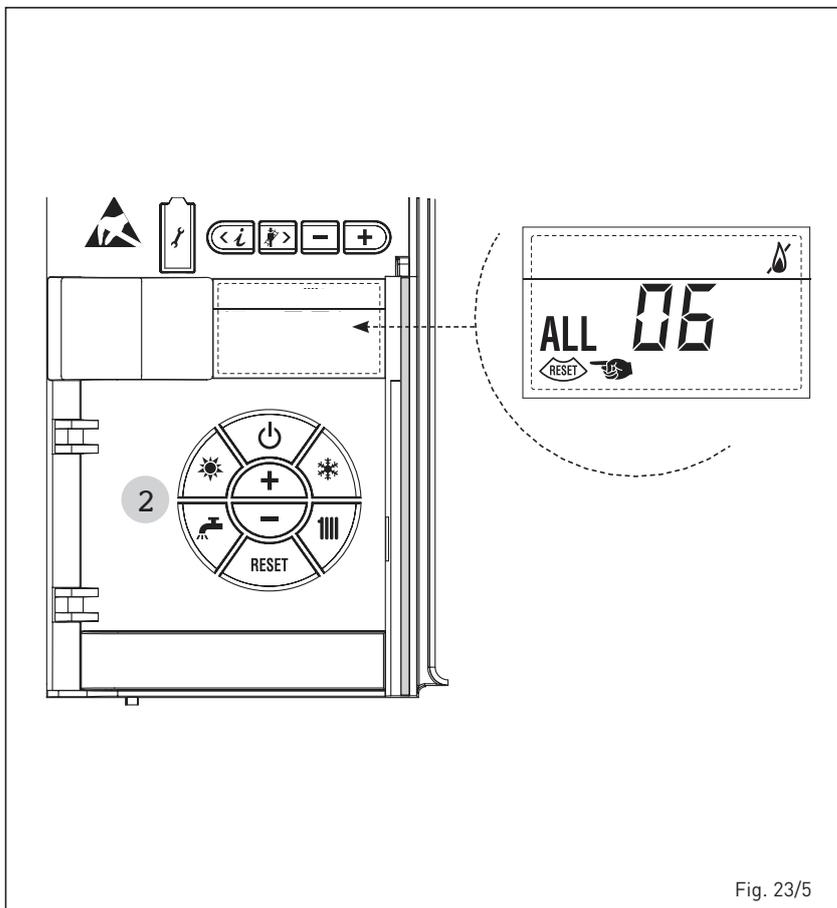

Fig. 23/5
- **ANOMALIE FLAMME PARASITE "ALL 08"** (fig. 23/7)
- **ANOMALIE CIRCULATION EAU "ALL 09"** (fig. 23/8)